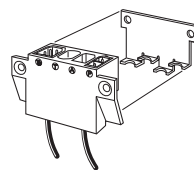

Рис.27:
3. Наложить пластину-фиксатор на тыльную часть муфты разъемов (рис.27).